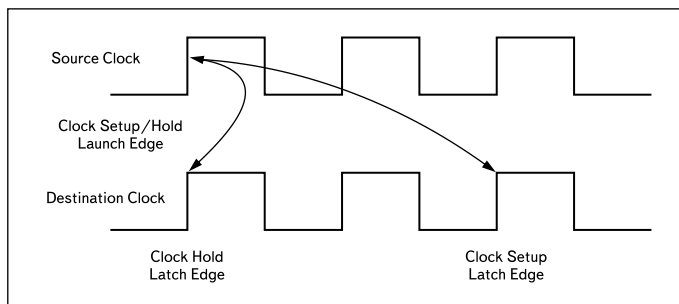
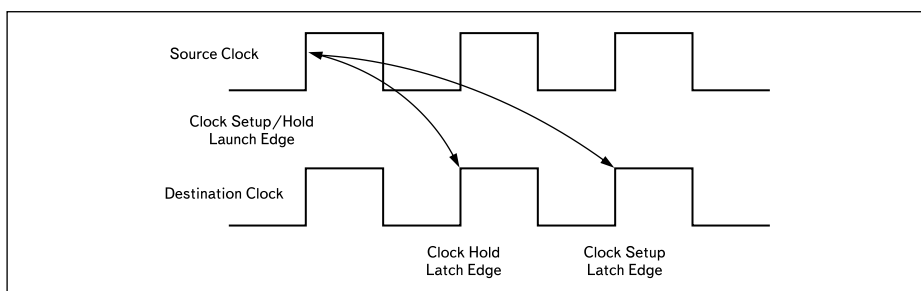

Рис. 50. Фронты тактового сигнала, используемые для временного анализа двухцикловых синхронных путей
Рис. 51. Фронты тактового сигнала, используемые для временного анализа одноцикловых синхронных путей с задержкой
вариантов мультициклового анализа. Судя по диаграммам, при мультицикловых путях фронты тактового сигнала источника и приемника, используемые для анализа, могут быть в различных временных соотношениях между собой. Например, на рис. 50 изображен случай, когда приемник читает данные источника с частотой в два раза меньше тактовой частоты. А на рис. 51 показана ситуация, когда приемник читает данные источника со сдвигом (задержкой) в 1 такт.
- **setup_edge** — номер *Latch Setup Clock Edge*, относительно которого будет проводиться анализ по *tsu* (рис. 50).
- **hold_edge_offset** — смещение фронта *Latch Hold Clock Edge*, относительно которого будет проводиться анализ по *th* (рис. 50).